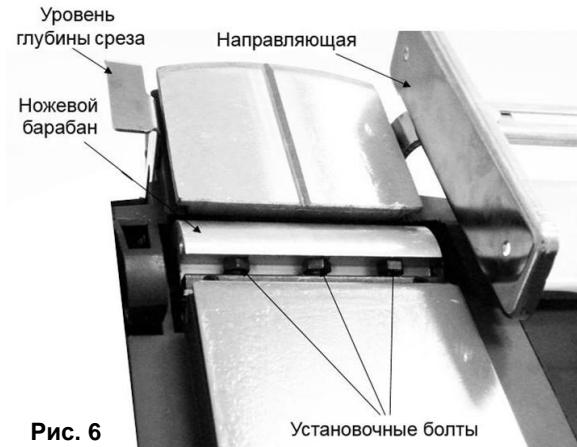

Рис. 6
- Для отсоединения ножей от ножевого барабана, открутите с помощью гаечного ключа, три установочных болта (См. Рис.6).